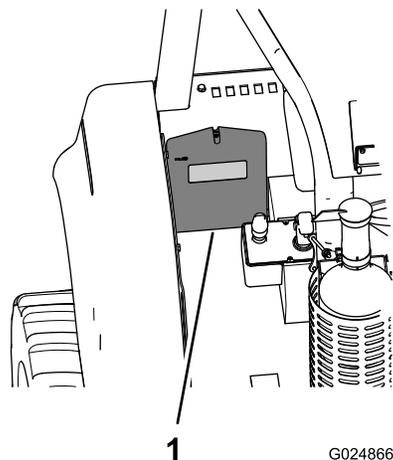

Figure 2
Les mises en garde de ce manuel soulignent les dangers potentiels et sont signalées par le symbole de sécurité (Figure 2), qui indique un danger pouvant entraîner des blessures graves ou mortelles si les précautions recommandées ne sont pas respectées.
**L'usage ou l'entretien incorrect de cette machine peut occasionner des accidents.** Pour réduire les risques d'accidents et de blessures, respectez les consignes de sécurité qui suivent. Tenez toujours compte des mises en garde signalées par le symbole de sécurité (Figure 2) et la mention **Prudence, Attention ou Danger**. **Ne pas respecter ces instructions, c'est risquer de vous blesser, parfois mortellement.**